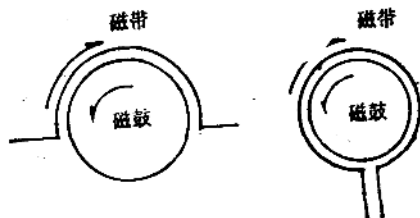

图 1-5 Ω 走带方式
1. Ω 走带方式录象机 机中磁带以 180° 或小于 360° 的包角缠绕磁鼓。这种方式上下带方便，如图 1-5 所示。目前生产的大